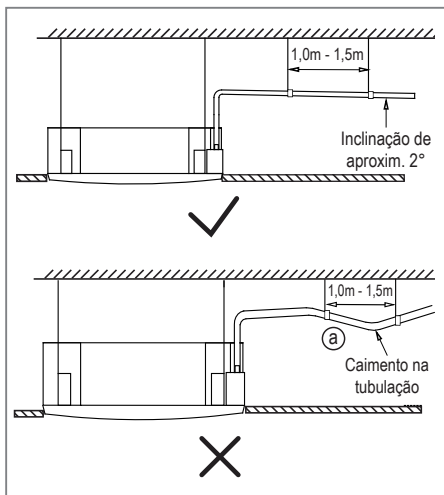

FIG. 26
- A tubulação de drenagem deve ter uma inclinação no sentido descendente de aproximadamente 2° para evitar que a água retorne à unidade (Fig. 26).
- Para evitar que a tubulação tenha caimentos (Detalhe "a" no exemplo da Fig. 26) utilize fios/cabos suspensos a cada intervalo de 1,0 metros - 1,5 metros.